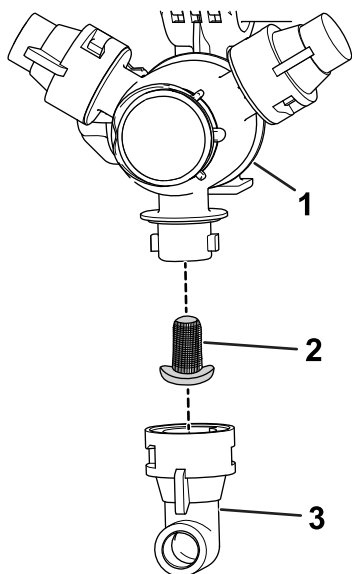

Figure 97
2. Retirez la buse de la tourelle de pulvérisation (Figure 97).
3. Déposez le filtre de buse (Figure 97).
5. Remettez le filtre de buse (Figure 97).
6. Installez la buse sur la tourelle de pulvérisation (Figure 97).